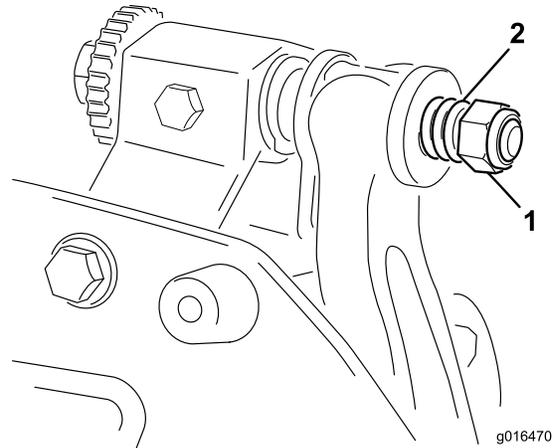

図 16
6. スプリングがつぶれるまでテンションナットを締め、そこから半回転戻す 図 16。